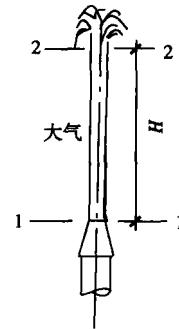

图 10-9
15. 图 10-9 所示一高压喷嘴,喷嘴出口断面 1-1 的平均流速为 10m/s,喷至 2-2 断面的平均流速减少为 1m/s,不计水头损失,则喷射高度 H 为()。